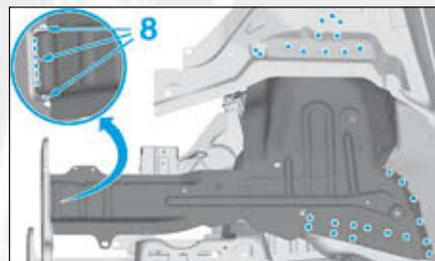

FIG.54
- par cordons MAG en (8) (Fig.54),